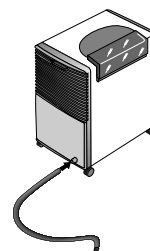

Fig. 3
- 4) En la portezuela del aparato hay un orificio para el pasaje del tubo (fig.3). Antes de hacer pasar el tubo a través de este orificio, es necesario quitar la parte central del mismo orificio. Poner atención para que el tubo no supere desniveles, en caso contrario el agua quedará en el depósito.